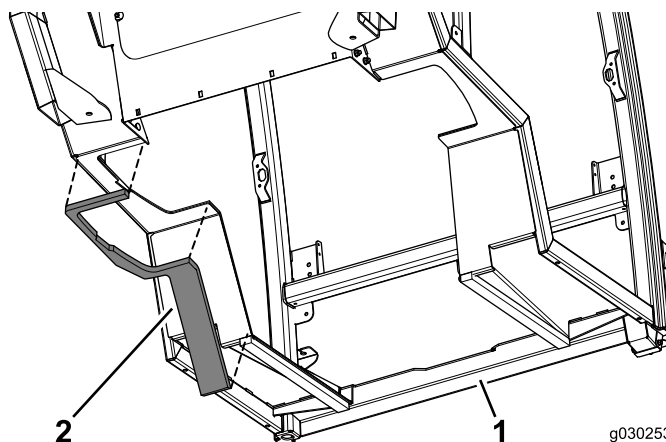

Figura 12
3. Aplique la junta izquierda al lado izquierdo de la cabina (Figura 12).